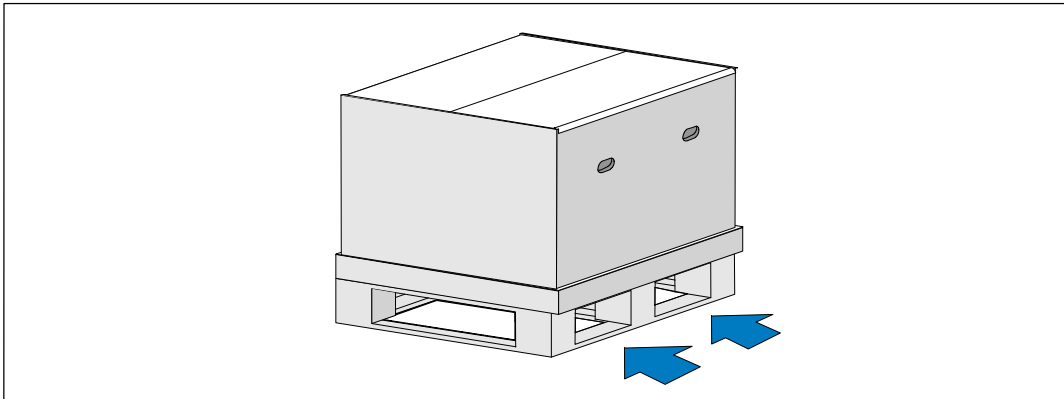

Рисунок 3. Подъем поддона с транспортной коробкой
- 1 Используйте вилочный погрузчик или рохлу, переместите коробку и поддон к стойке, на которую вы будете устанавливать ИБП (см.Рисунок 3).